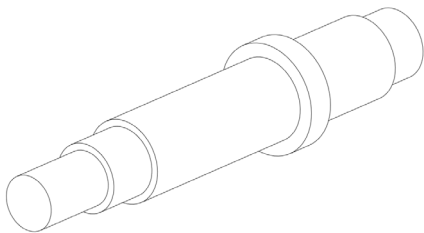

图 5-10 创建旋转特征
(5) 单击【**确定**】按钮，即可创建旋转特征，如图 5-10 所示。